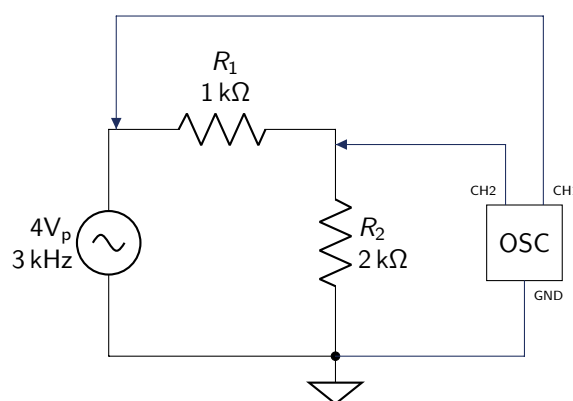

Figura 7.3: Medición de tensiones en un circuito.
1. Arme el circuito de la figura 7.3.